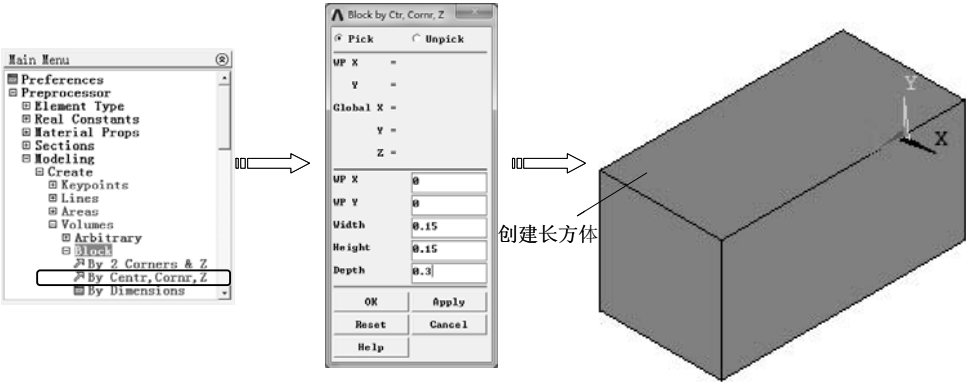

图 8-88 通过中心和角点创建长方体
1) 选择“Main Menu> Preprocessor> Modeling> Create> Volumes> Block> By Centr, Cornr, Z”命令，弹出“Block by Ctr, Cornr, Z”对话框，在“WP X”和“WP Y”文本框中心的 X、Y 坐标（0，0），在“Width”“Height”“Depth”文本框中输入长 0.15、宽 0.15、高 0.3，单击“OK”按钮创建长方体，如图 8-88 所示。